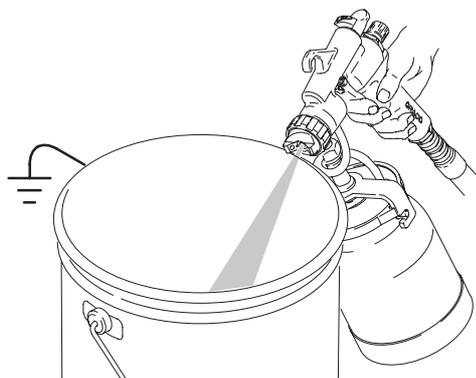

Fig. 22
3. Gire el mando de selección del chorro (A) hasta la posición RND para un chorro redondo. Abra la válvula de control de aire (B) a medio recorrido para reducir la niebla e disolvente.
6. Dirija la pistola hacia abajo, hacia un contenedor, y lávela hasta que el disolvente salga limpio. Vea la Fig. 22.